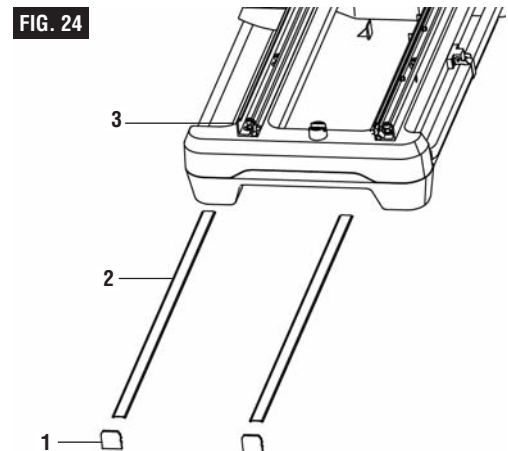

FIG. 24
1. Mettez la scie à l'arrêt. Retirez les deux caches du bout des rails (1). Retirez ensuite les deux caches du haut des rails (2) en les faisant glisser pour les faire sortir du haut des rails (Fig. 24).